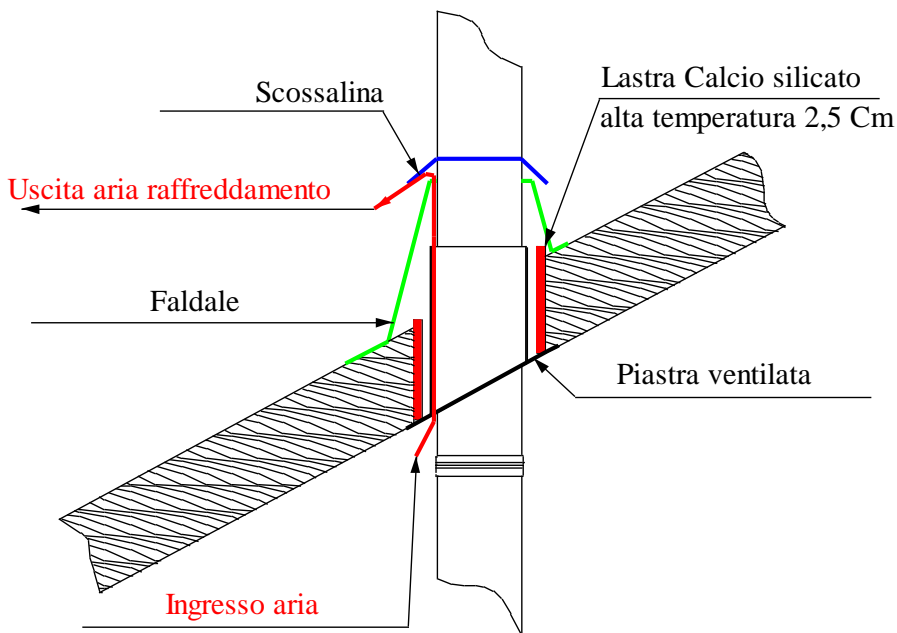

Fig. 1 Schema passaggio tetto
- Lo schema di montaggio in Fig. 1 e la foto 1 e 2 rappresentano il sistema per il passaggio del tetto con una canna fumaria sistema “LEGA RIV. 10/10”.
- Fissare la scossalina al tubo tenendola più alta del foro d’uscita del faldale per far sì che **l’aria di raffreddamento possa passare**. Vedi schema di montaggio Fig. 1
- Per passaggio al tetto è fondamentale usare il Nostro sistema certificato Kit “passaggio tetto” vedi Fig. 1.